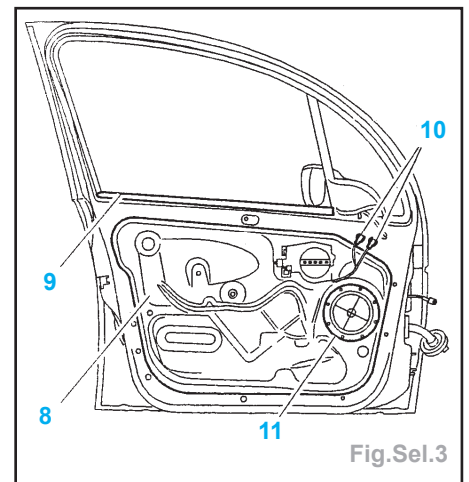
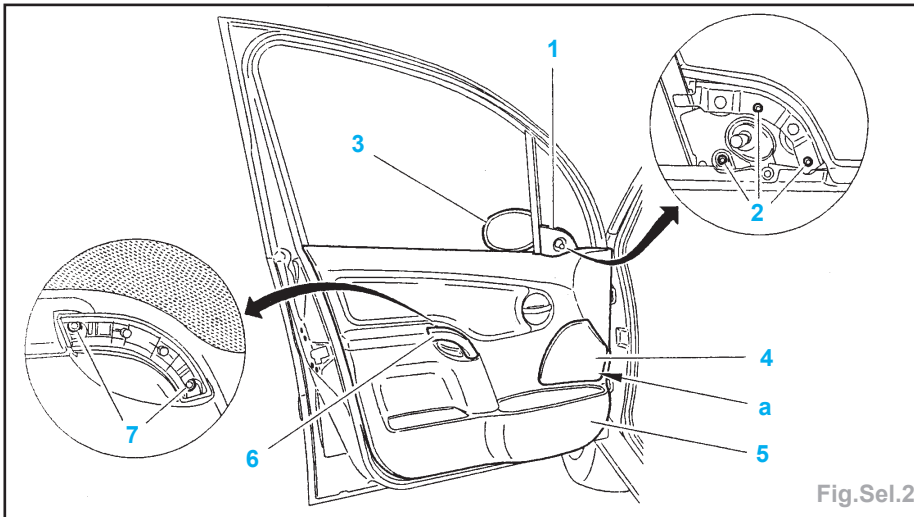

Fig.Sel.3
Fig.Sel.2
- Déposer (Fig.Sel.2) :
- l'enjoliveur de poignée (8),
- les vis (7),
- le gousset de rétroviseur (1),
- les vis (2),
- le rétroviseur ext. (3),
- la grille de H.P (4) en «a»,
- la garniture de porte (5) en dégageant et en soulevant la garniture afin de la dégager du lèche-vitre.
- Déposer (Fig.Sel.3) :